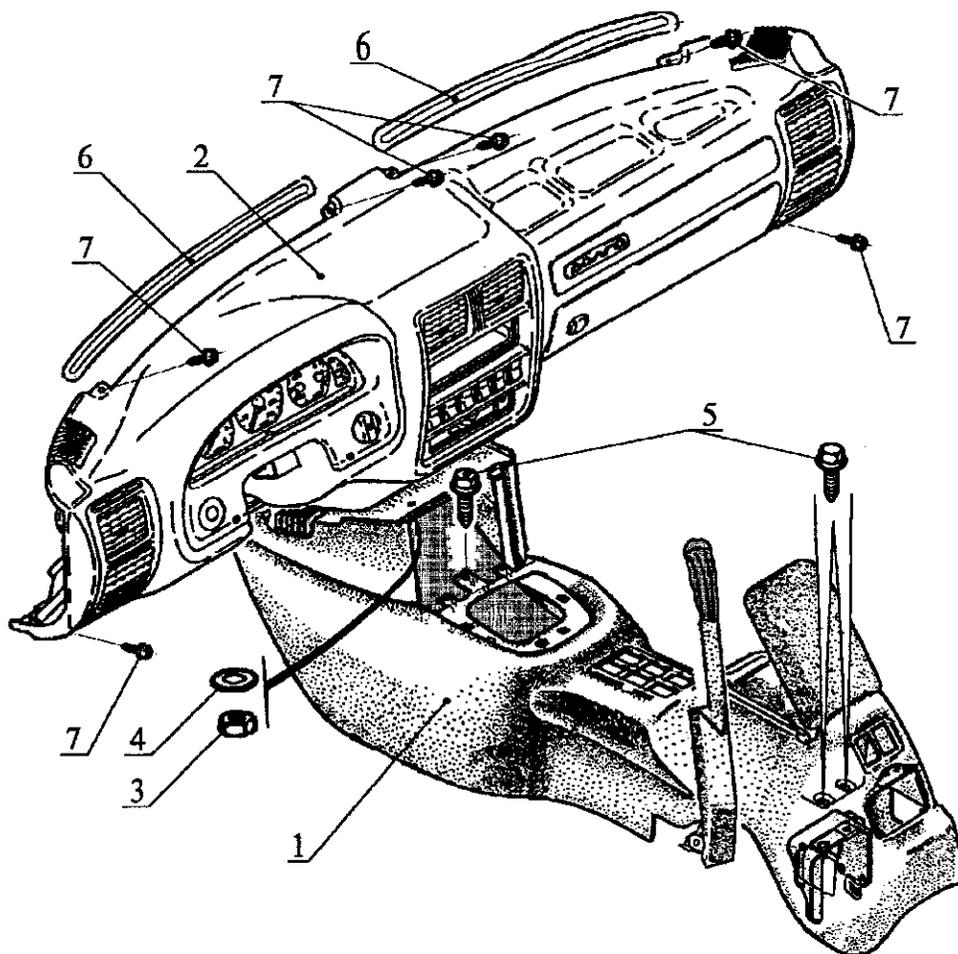

Рис. 18. Снятие консоли и панели приборов:
4.24. **Сдвинуть консоль 1** (рис. 18) **назад до упора**, отвинтив и сняв две гайки 3 с шайбами 4, вывинтив и сняв три винта 5 ее крепления к панели 2 приборов и полу кузова